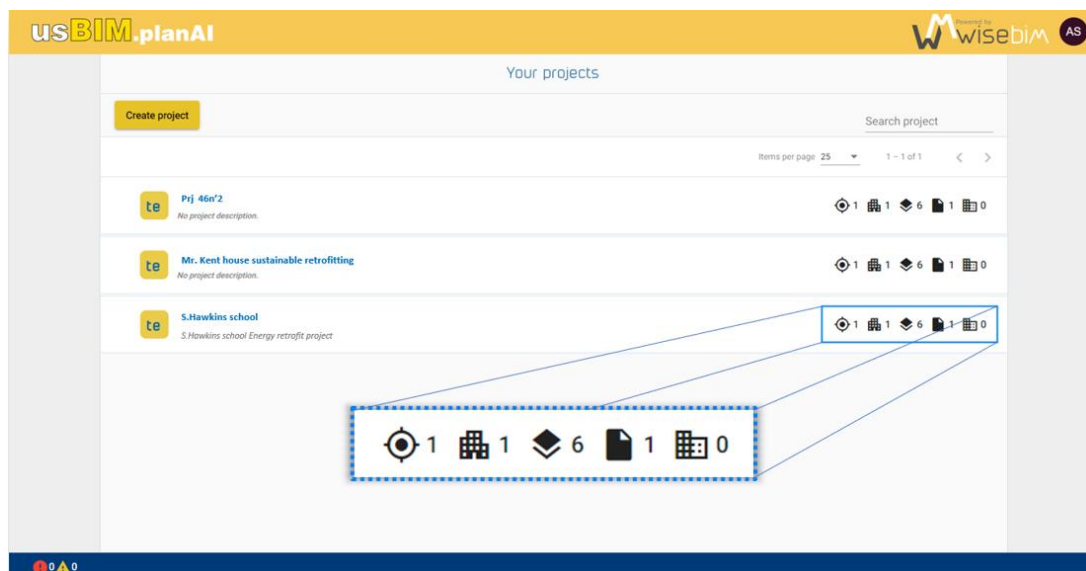

Ilustración 7. Lista de proyectos
- Un área central para acceder a los datos del proyecto (Ilustración 7).
La página de inicio muestra la lista de proyectos a los que el usuario puede acceder (Ilustración 7).